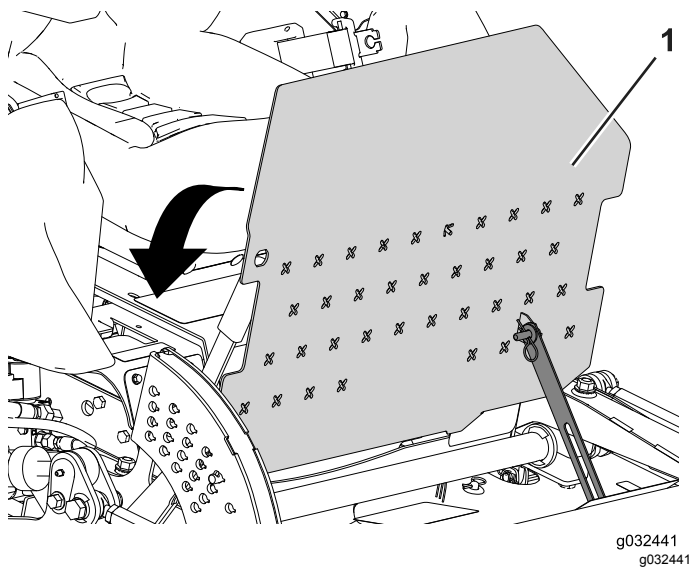

Figura 49
1. Pivote la plataforma del operador a la posición de bloqueo (Figura 49).